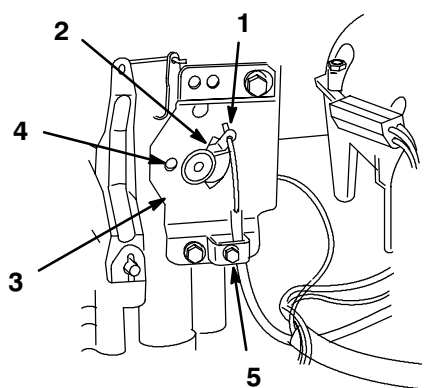

**Figure 4**
2. Fixer le mancheron de chaque côté au moyen de 2 boulons à collerette de 26 mm (3/8-16 x 1") et de leurs écrous à collet (Fig. 4). Serrer les boulons à 34 N.m (25 ft-lbs).
3. Faire passer les fils et les câbles sous la traverse (Fig. 4).